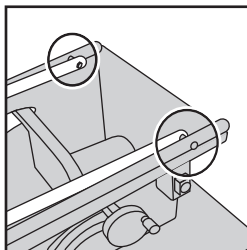

Abb. 8
- Auf der anderen Seite wiederholen. **(Abb. 8)**.